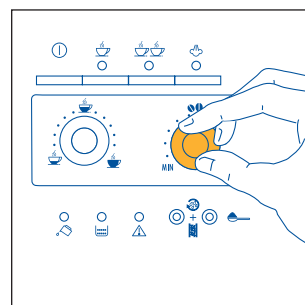
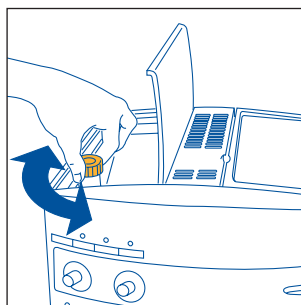

Fig.7
Fig. 17
- 2) Reguler bryteren til høyre (fig. 7) for å stille inn ønsket smak på kaffen. Jo mer du vrir med urviserne, desto flere kaffebønner vil maskinen kverne og desto sterkere blir kaffen. Ved første gangs bruk må du prøve deg fram ved å lage flere kopper kaffe for å finne ut riktig innstilling av bryteren. Pass på ikke å vri for mye med urviserne, siden dette kan føre til at utslippet av kaffen blir for sent (dråper), spesielt hvis man ønsker å lage to kopper kaffe.
MERKNAD 1: Hvis kaffen renner ut i dråper eller ikke renner helt ut, må du vri knotten for regulering av kverningen (fig. 17) et hakk med urviseren (se avsnitt 6). Vri knotten ett hakk om gangen til kaffen strømmer riktig ut
MERKNAD 2: Hvis kaffen renner altfor fort ut og du ikke er fornøyd med skummet på kaffen, vri bryteren litt mot høyre (fig. 7) med urviseren. Gjør flere forsøk og lag mer enn én kaffe for å finne knottens ideelle posisjon. Pass på at bryteren ikke vrir for mye med urviseren, idet det er fare for at vannet renner altfor sakte ut av maskinen (i dråper), spesielt hvis du ønsker to kopper kaffe. Hvis du etter noen kopper kaffe ennå ikke har oppnådd tilfredsstillende kaffekrem, vri også bryteren for innstilling av kverning (fig. 17) et hakk mot urviserne (se avsnitt 6).
For å løse dette problemet må du stille inn kverningsgraden på kaffekvernen ved å vri bryteren for kaffekverning (fig. 17) et hakk mot urviserne (som beskrevet i avsnitt 6).
Kaffekvernen trenger ikke å justeres, fordi den allerede er forhåndsinnstilt på fabrikken slik at utslippet av kaffen blir riktig. - Men hvis kaffen renner for fort eller for sent ut (dråper) etter at du har laget de første kaffekoppene, kan du stille inn kverningsgraden med bryteren (fig. 17).